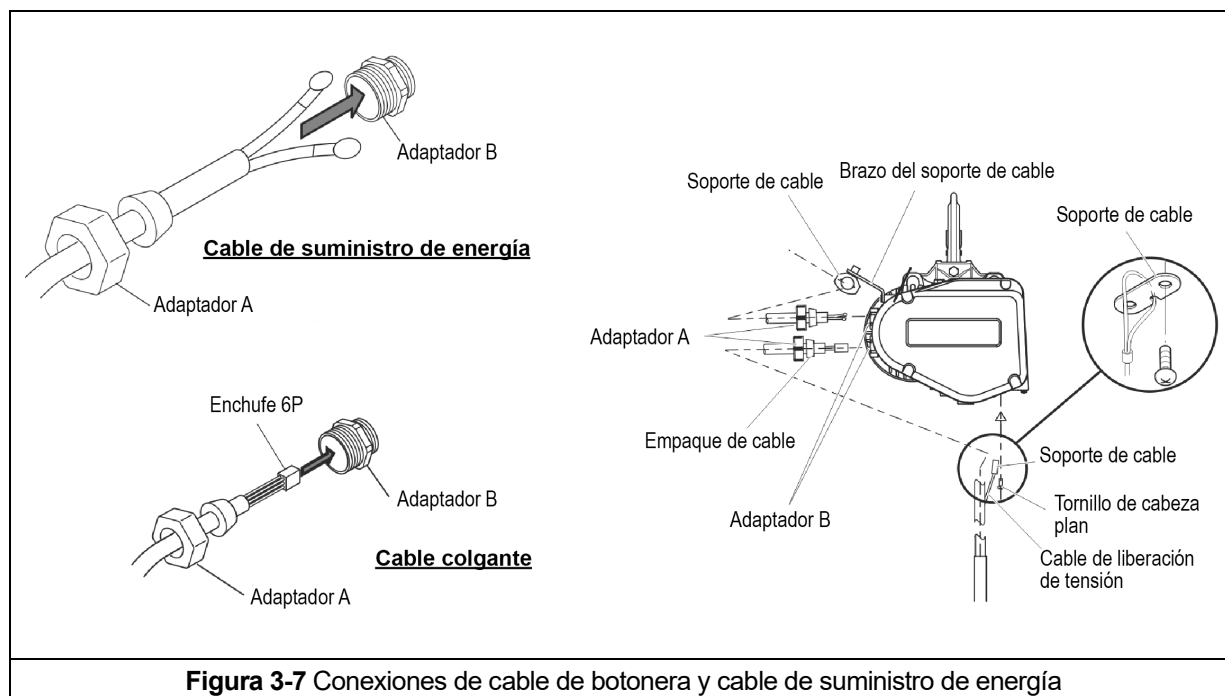

Figura 3-7 Conexiones de cable de botonera y cable de suministro de energía
- Consulte la **Figura 3-7**.
- Inserte el cable de botonera (como se muestra en la **Figura 3-7** con el adaptador A y el paquete de cable) a través del adaptador B, ubicado en el cuerpo del polipasto/tecle.
- Inserte el cable de suministro de energía (como se muestra en la **Figura 3-7** con el adaptador A y el paquete de cable) a través del adaptador B, ubicado en el cuerpo del polipasto/tecle.
- En los troles manuales, el cableado de guía debe estar posicionado ligeramente por afuera del soporte de cable del polipasto/tecle, como se muestra en la **Figura 3-7**.